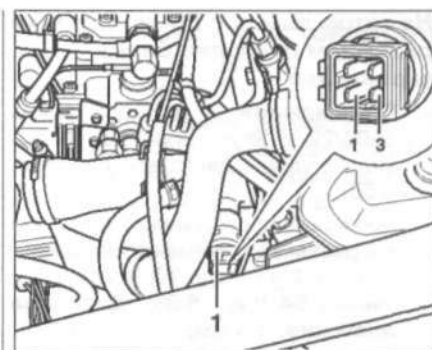
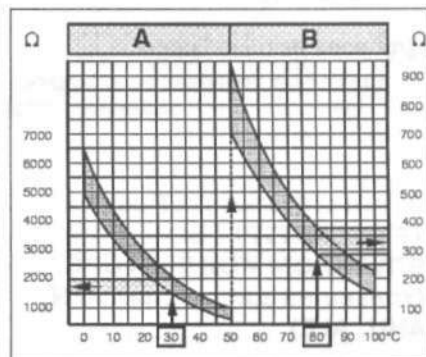

Рис. 6.78. Проверка сопротивления датчика температуры охлаждающей жидкости.
Рис. 6.79. Диаграмма для определения сопротивления датчика температуры охлаждающей жидкости в зависимости от температуры.
10. Отсоедините разъем проводки от датчика 1 (рис. 6.78). Измерьте сопротивление между контактами 1 и 3 датчика. Заданное значение показано на рис. 6.79. Площадь А показывает сопротивление в температурном диапазоне 0-50 °C, площадь В – сопротивление в температурном диапазоне 50-100 °C. Например, температура 30 °C соответствует сопротивлению 1500-2000 Ом; температура 80 °C соответствует сопротивлению 275-375 Ом.